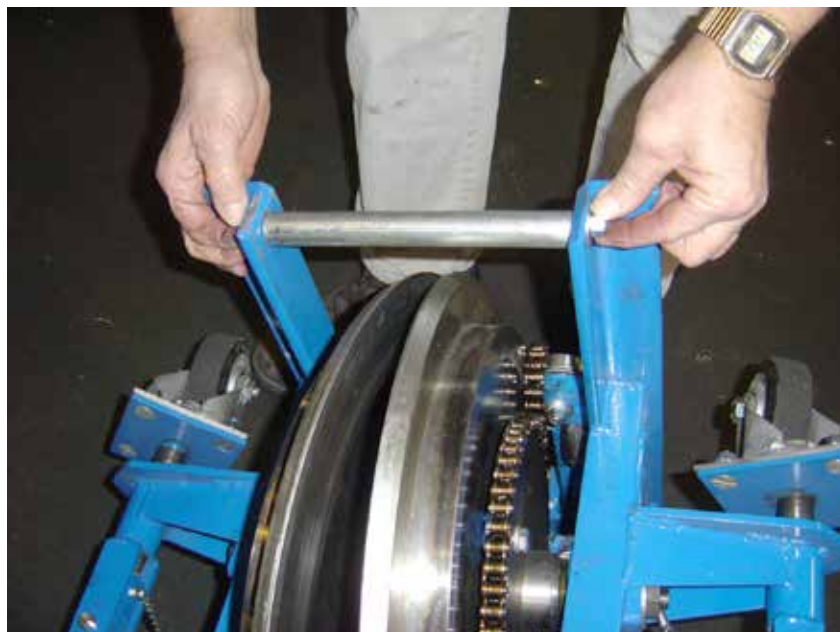

Figure 4 Introduire le tube d'installation
| Figure 4 Introduire le tube d'installation..... | 6 |
6. Ouvrir et enlever le cadre extérieur pour laisser uniquement la structure interne. Turn the outer frame upside down and insert the setup tube (located inside the handle during normal operation) as shown in Figure 4.
7. Retourner le cadre extérieur et introduire le tube d'installation (situé à l'intérieur de la poignée au cours des opérations normales) comme le montre la Figure 4.
14. Retourner à nouveau le cadre extérieur. Retirer le tube d'installation (Figure 4).